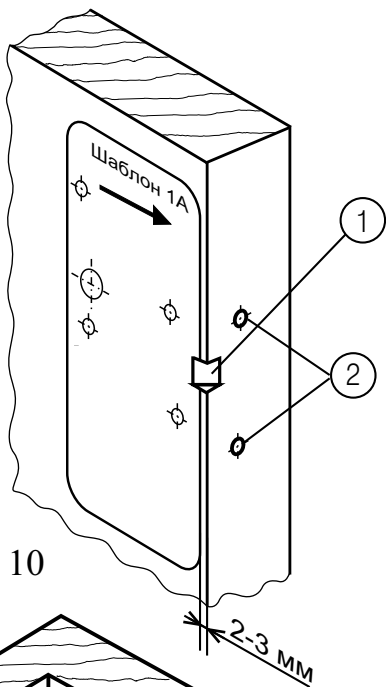

Рис. 10
**7.1.2.** Приложите шаблон А с внутренней стороны двери так, чтобы стрелка на шаблоне указывала на край двери и шаблон находился на расстоянии 2...3 мм от края двери (рис. 10). Выполните разметку отверстий по шаблону.
**7.1.3.** В районе заштрихованного сектора снимите фаску (рис.10, позиция 1), для хода ригеля (рис.12).
**7.1.5.** В торце двери на уровне выполненных отверстий 2, 3 высверлите два отверстия диаметром 10 мм на глубину 30 - 40 мм (рис. 10, позиция 2 и рис.16, позиция 1).